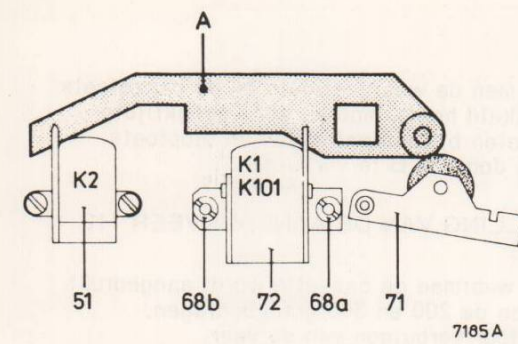

Fig. 4
**MECHANISCHE INSTELLINGEN****I. INSTELLING VAN DE OPNEEM/WEERGEFEKOP K1/K101****A. Hoogte-instelling van de opneem/weergeefkop K1/K101 rechterzijde (Fig. 4)**
**B. Instelling van de azimuth (Fig. 4)**